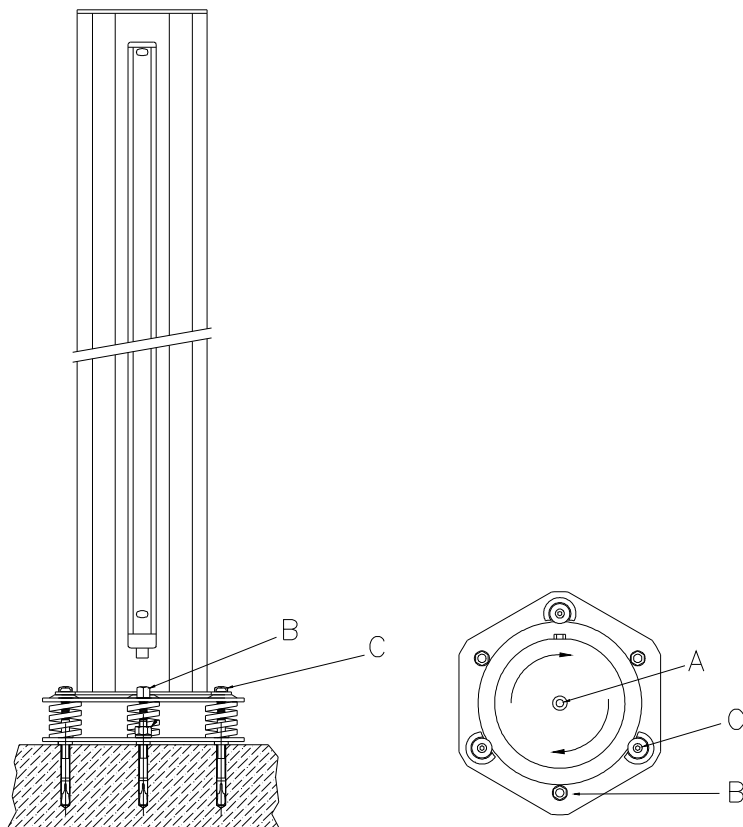

Figura 4
N.B. *Al fine di ottenere un corretto allineamento, verificare che la superficie superiore della base sia perfettamente in piano (utilizzando una livella a bolla). In caso contrario agire sui tre dadi esagonali B (figura 4) fino a raggiungere la perfetta planarità (MASSIMA REGOLAZIONE CONSENTITA: 10mm). Nel caso in cui il terreno non sia livellato entro i 10mm, spianare o spessorare adeguatamente.*
ALLINEAMENTO (figura 4)